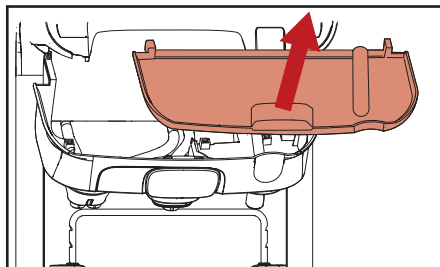

Fig. 5.11 - Fjerne indvendig drypbakke
- Fjern den indvendige drypbakke og rengør den hvis nødvendigt (fig. 5.11).